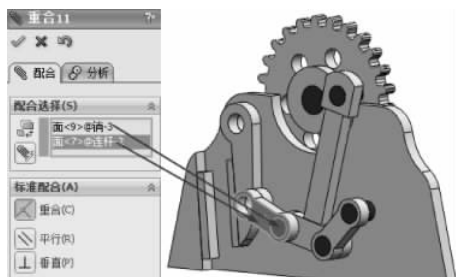

图 3-160 重合配合
(23) 继续进行配合约束,选择【标准配合】选项组下的【重合】配合类型 ,在【要配合的实体】选择框  中选择如图 3-160 所示的面,其他保持默认,单击【确定】按钮 ,完成重合配合。